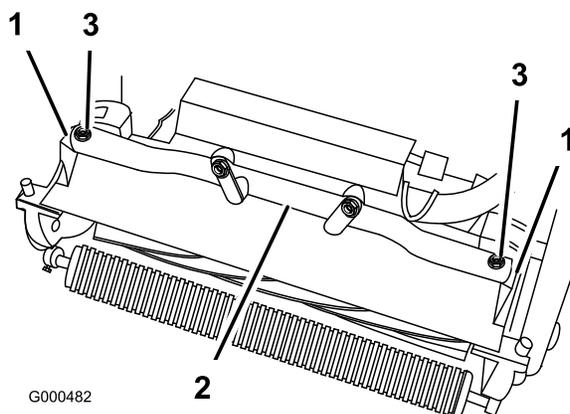

図 5
4. トラクションユニットのフレーム (図 5) を前方に回してカッティングユニットのピボット・アームに接続する。
5. M10 x 25mmボルト (2本) を使用して、トラクションユニットのフレームをカッティングユニットのピボット・アームに固定する (図 5)。